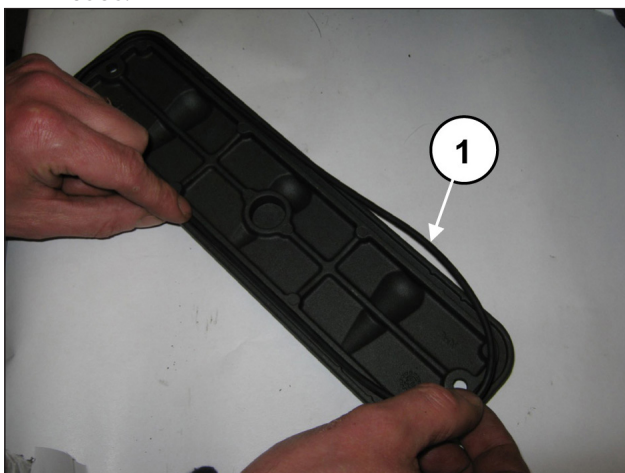
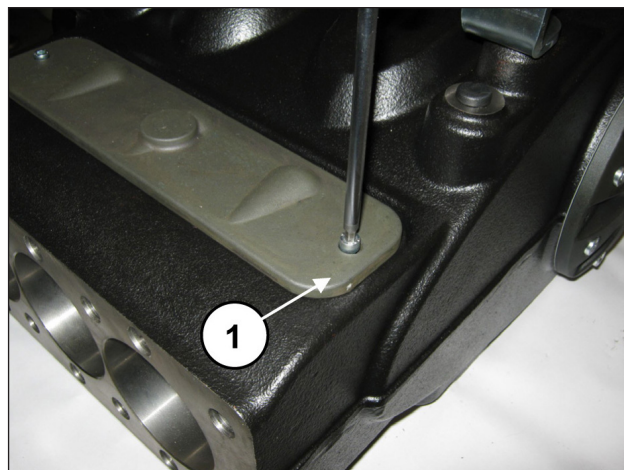

Fig. 97
Fig. 98
Coloque as tampas de inspeção com O-ring (pos. ①, Fig. 97) e aperte com 2 parafusos M6x14 (pos. ①, Fig. 98) e 2 parafusos M6x40.